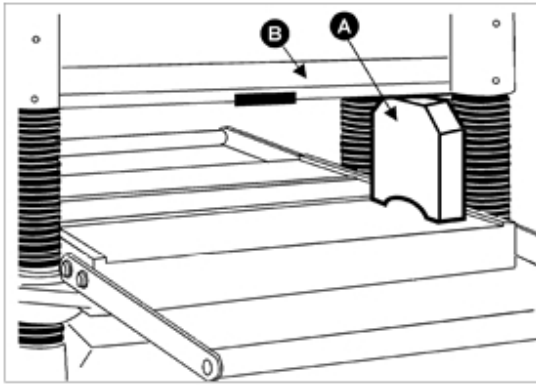

Рис. 25
2. Поверните маховик по часовой стрелке, чтобы поднять ножевой вал достаточно высоко для установки замерного блока (А, рис. 25) на рабочем столе под один из краев вала (В, рис. 25).